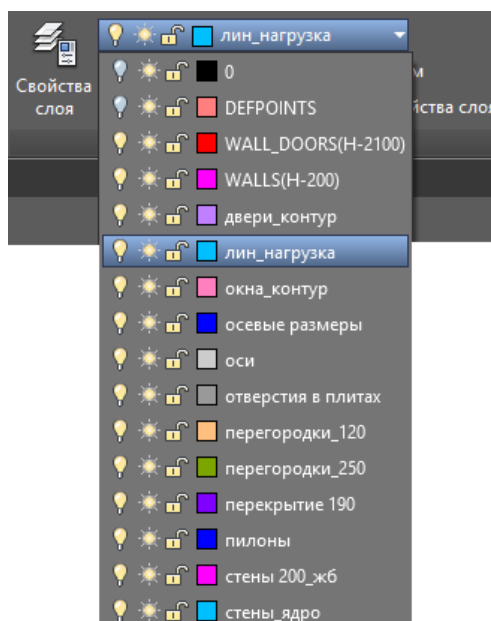

Рис.14.16. Раскрывающийся список слоев
- из раскрывающегося списка слоев выберите слой **лин\_нагрузка** (панель **Слои** на вкладке **Создание**) (рис.14.16);